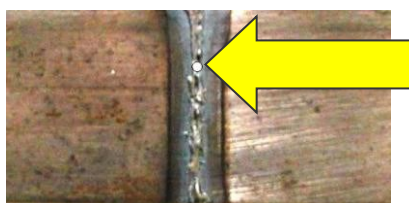

Рис. 27
- Если во время операции два края полотна имеют трудности в соединении и тенденцию отсоединиться друг от друга, это означает, что ток сварки слишком велик и давление стыковки слишком мало (см. рис. 27 ниже);